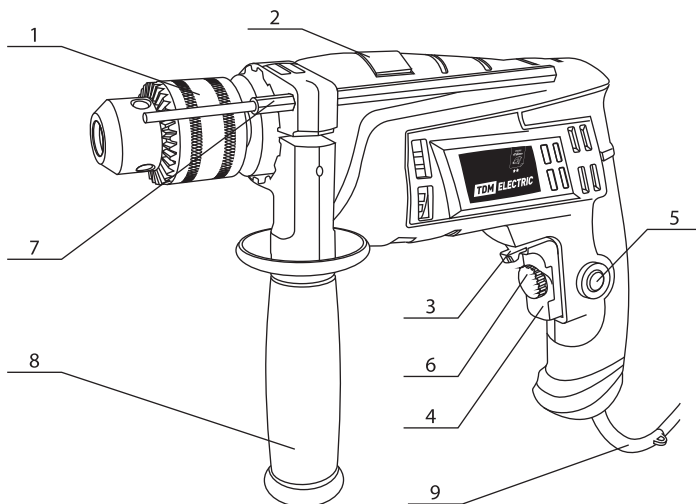

Рисунок 1. Органы управления и индикации
отверстий на корпусе патрона. Затем проверните ключ на пару оборотов против часовой стрелки, чтобы раскрылись зажимные кулачки патрона. Вращайте втулку патрона (1) (здесь и далее см. рисунок 1 настоящего Руководства по эксплуатации) до необходимого диаметра раскрытия. Вставьте сверло в кулачки патрона. Затяните патрон, вра-